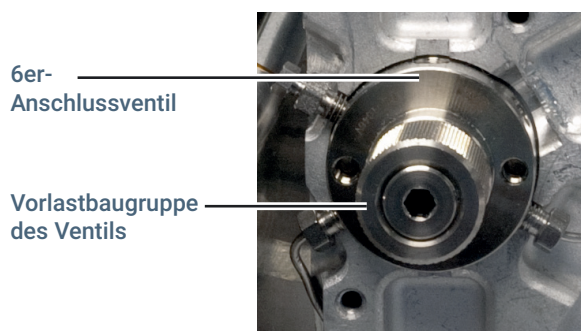

Abb.23. Vorlastbaugruppe des Ventils
- 6 Schrauben Sie mit der einen Hand die Vorlastbaugruppe an der Vorderseite des Ventils ab (**Abbildung 23**).